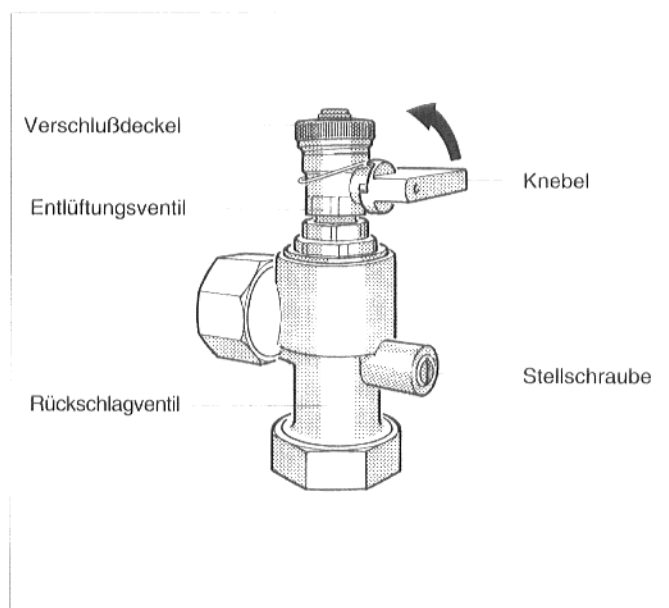

Abb. 11: Rückschlagventil mit Entlüftungsventil
- Schraubenslitz der Stellschraube des Rückschlagventils in senkrechte Stellung (immer geöffnet) bringen (Abb. 11).
- Verschlußdeckel des Entlüftungsventils abschrauben und Knebel des Entlüftungsventils in senkrechte Stellung bringen (Öffnen) (Abb. 11).